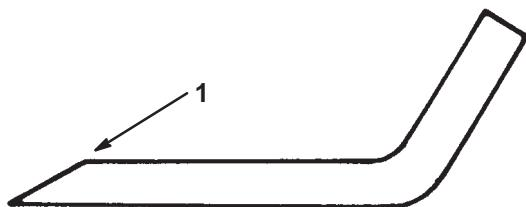

Abbildung 24
- Die Schneidkante an beiden Enden des Schnittmessers mit einer Feile schärfen (Abb. 24). Den ursprünglichen Winkel beibehalten. Das Schnittmesser behält seine Auswuchtung bei, wenn von beiden Schneidkanten die gleiche Materialmenge entfernt wird.